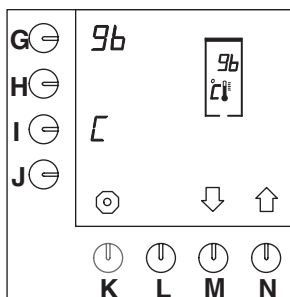

Fig. 40 Indstilling af temperaturen
- Når du har indtastet leder-PIN-koden, skal du trykke 3 gange på valgknappen (N.)↑, indtil fig. 40 vises i displayet.